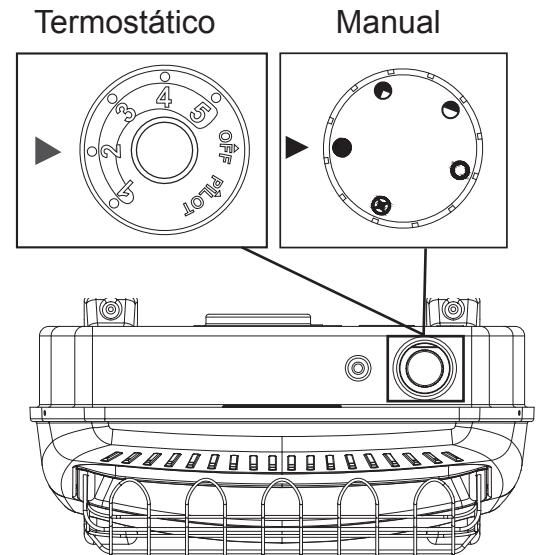

Fig. 25 - Posición de la perilla de control
El termostato usado en este calefactor detecta la temperatura ambiente. A veces, la temperatura ambiente puede ser mayor que la temperatura de ajuste. Si eso ocurre, el calefactor se apagará. El quemador se activará cuando la temperatura ambiente caiga abajo de la temperatura de ajuste. La perilla de control se puede ajustar a cualquier nivel de comodidad entre "HIGH" (5) y "LOW" (1) (Ver Fig. 25).
Válvulas manuales siguen ardiendo en el ajuste de deseo hasta poner manualmente en la posición "OFF" ○ (Ver Fig. 25).